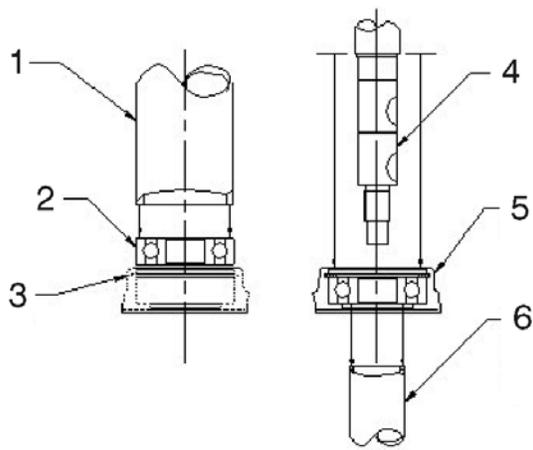

图 3-25. 驱动电机轴承
2. 在拆卸电机后，建议安装新的轴承，因为轴承在拆除过程中可能已经受损。尽管轴承看起来摸起来状况良好，但是，轴承座圈可能已经“出现压痕”（座圈或球珠变形）并且可能存在发出噪音以及振动的问题，或者在相对较短的维修期间内发生故障。将新的轴承压入整流器端盖，仅在外座圈上压制。参见图 3-25。更换挡圈槽中的挡圈（7）。
3. 将电枢（3）整流器端压入整流器端盖和轴承总成中，小心地支撑器轴承的内座圈。参见图 3-25。